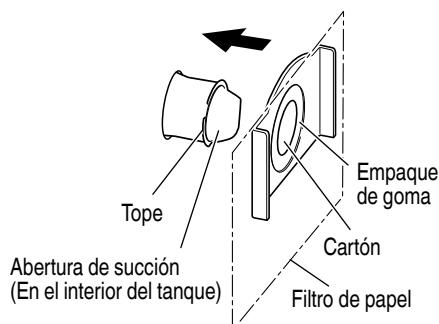

Fig. 29
- (3) Alinee el orificio de succión del filtro de papel con la abertura de succión del aparato. Inserte el filtro en la dirección de la flecha, como se muestra en la ilustración, de manera que el cartón del filtro de papel vaya más allá del tubo de la abertura de succión. (Fig. 29)